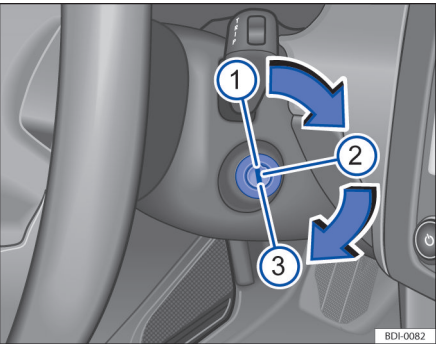

图 108 点火开关锁孔位置
① 切断点火开关电源/关闭发动机/锁止方向盘
点火钥匙处于该位置时⇒图 108①，关闭点火开关，发动机熄火，同时啮合方向盘锁止机构，锁止方向盘。
- 汽车处于静止状态时方可操作启动机（钥匙处于位置⇒图 108②），否则，将损坏发动机和启动机。
- 如果在发动机关闭的情况下长时间地把钥匙置于点火开关位置 ⇒图 108②，会导致汽车蓄电池亏电。
4.	点火钥匙转到位置⇒图 108③，启动发动机。
5.	将点火钥匙转到位置⇒图 108  .